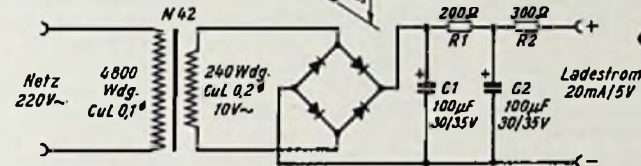
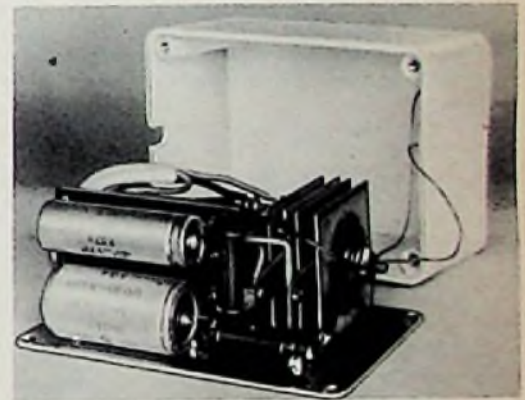

Bild 11. Schaltung des Ladegeräts zum Geiger-Müller-Zähler
Bild 12. Beispiel für den mechanischen Aufbau eines Ladegeräts
- 1 Transformator (vgl. Bild 11)
Die gasdichten Vogt-Kleinakkumulatoren lassen sich im Gerät aufladen. Hierzu wurde ein kleines Ladegerät nach Bild 11 entworfen, dessen Aufbau vollständig unkritisch ist. Bild 12 zeigt deshalb nur im Foto die gewählte Anordnung. Als Gehäuse dient wiederum ein Preßstoffkasten mit den Abmessungen 106 × 74 × 45 mm der Firma Jeutz (Bestell-Nr. 7005/w).